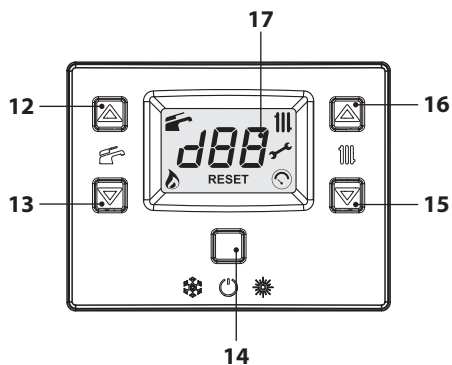
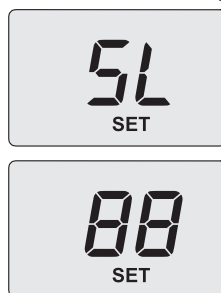

Figura 7.2
Figura 7.10
• Entrare in "modalità programmazione" premendo contemporaneamente per 10 secondi i tasti 14-15-16 (Figura 7.2) fino a far apparire sul display LCD le lettere **Pr** che si alternano al numero del parametro **01**, indicanti l'entrata nel "parametro 01" (Figura 7.3).
- Scorrere i vari parametri utilizzando i tasti 15 o 16 (Figura 7.2) fino a far apparire sul display LCD le lettere **Pr** che si alternano al numero del parametro **09**, indicanti l'entrata nel "parametro 09" (Figura 7.4).
- Utilizzando i tasti 12 o 13 (Figura 7.2) è possibile scorrere i vari valori di regolazione.
- Utilizzare i tasti 15 o 16 (Figura 7.2) fino a portarsi allo stato **LP** (spazzacamino attivo in minimo sanitario) e premere il tasto 14 per confermare. Sul display appare **LP** alternato alla temperatura massima in sanitario.
- Entrare in "modalità programmazione" premendo contemporaneamente per 10 secondi i tasti 14-15-16 (Figura 7.2) fino a far apparire sul display LCD le lettere **Pr** che si alternano al numero del parametro **01**, indicanti l'entrata nel "parametro 01" (Figura 7.3).
- Agire sui tasti 16 o 15 (Figura 7.2) per incrementare o decrementare il valore. Attendere 3 secondi per stabilizzare la pressione del gas quindi leggere il valore sul manometro gas. **Ricordarsi di mantenere l'andamento in salita.**
- Premere il tasto 13 (Figura 7.2) per 5 secondi per memorizzare il valore.
- Premere il tasto 12 (Figura 7.2) per passare alla taratura del minimo gas. Il display visualizza **SL** alternato al parametro potenza minima assoluta e la scritta "**SET**" (Figura 7.10).
- Agire sui tasti 16 o 15 (Figura 7.2) per incrementare o decrementare il valore. Attendere 3 secondi per stabilizzare la pressione del gas quindi leggere il valore sul manometro gas. **Ricordarsi di mantenere l'andamento in discesa.**
- Premere il tasto 12 (Figura 7.2) per verificare il valore massimo impostato ed eventualmente correggerlo seguendo la procedura sopra descritta.
- Premere il tasto 12 (Figura 7.2) per verificare il valore minimo impostato ed eventualmente correggerlo seguendo la procedura sopra descritta.